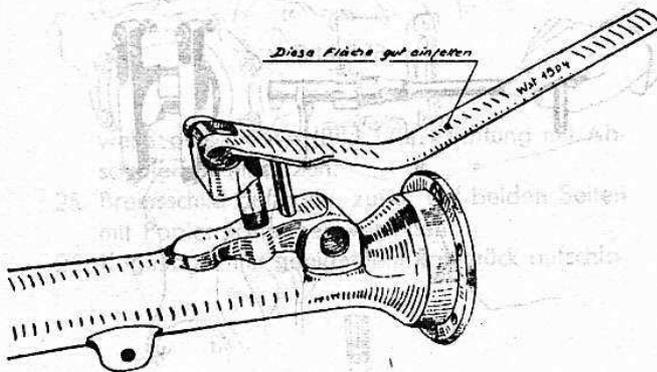

Bild 183
29. Gummimanschette innen einfetten und mit Aufziehvorrichtung (Wst 1504) über Hinterachsrohrflansch und Stehbolzen ziehen (Bild 183 und 184).